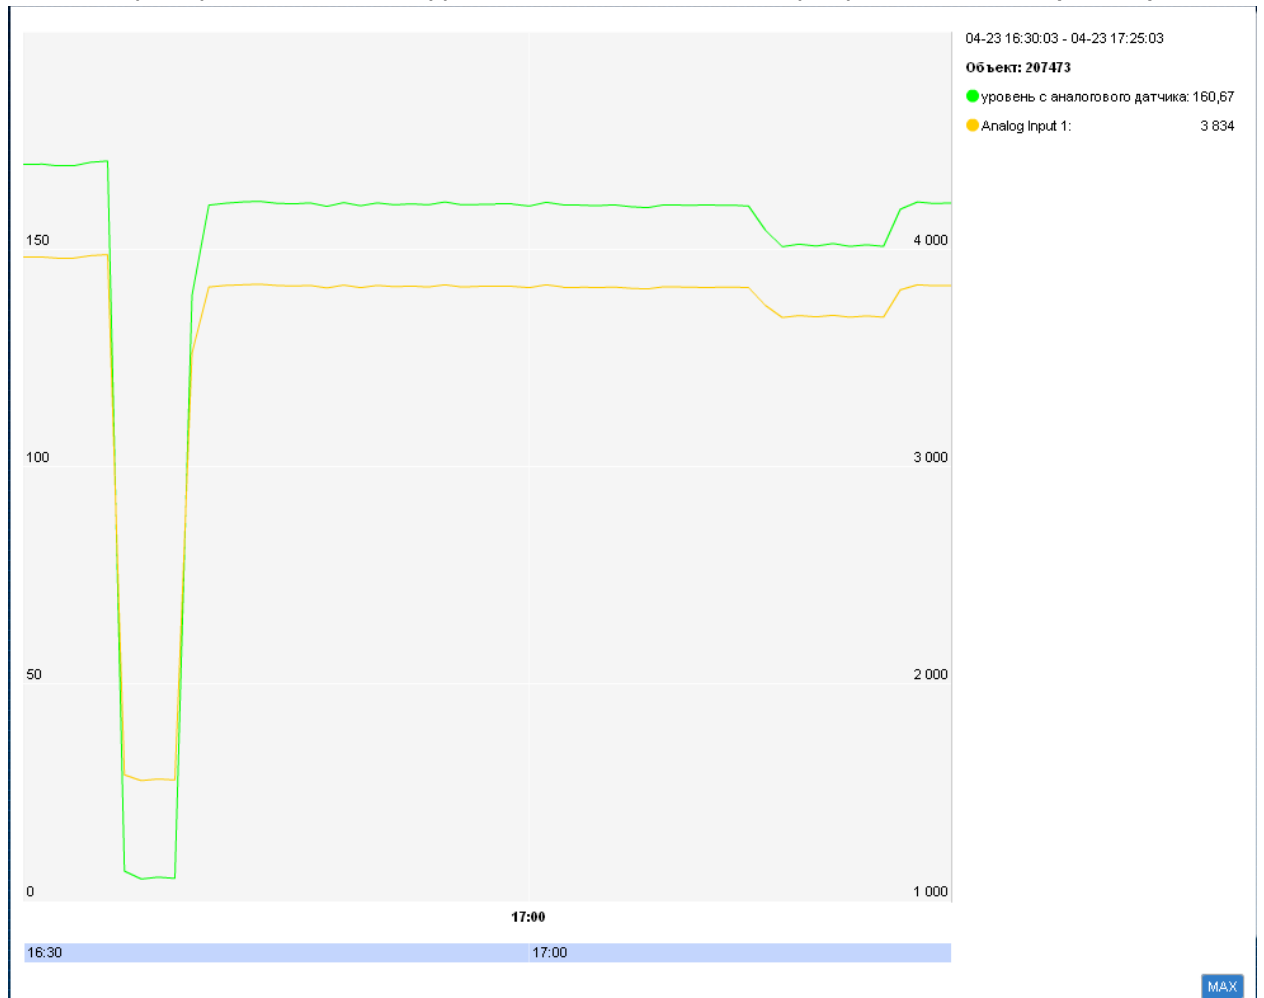

Рисунок 1
3.3. Проверить данные по уровню топлива на web сервере Trust-Track (Рис. 1):